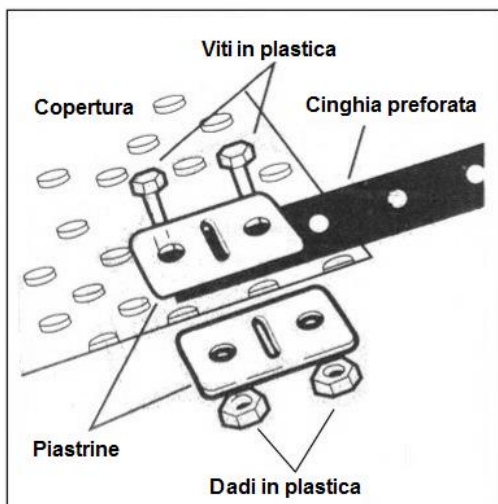

Fig. 1
- Per agganciare le cinghie alla copertura, utilizzare le apposite piastrine (**N**) inserendovi in mezzo la copertura e la cinghia (**P**) e fissando il tutto con le relative viti e dadi in plastica (**O**) (**Fig. 1**).